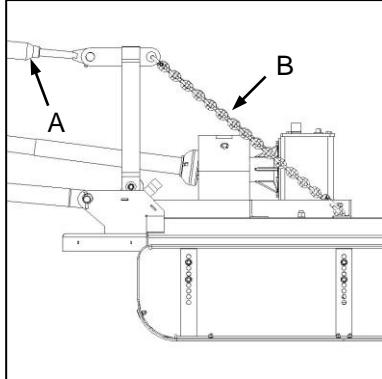

Fig. 1
- ✓ Adjust the tractor 3-point hitch top link (Fig. 1-A) to provide sufficient slack in the implement topmast chains (Fig. 1-B) to allow articulation of the implement over undulating terrain.
- ✓ Verstel die trekker se 3-punt-boskakel (Fig. 1-A) om voldoende speling aan die implement se topmastkettings (Fig. 1-B) te verskaf, sodat die implement die kontoere van die grond kan volg.